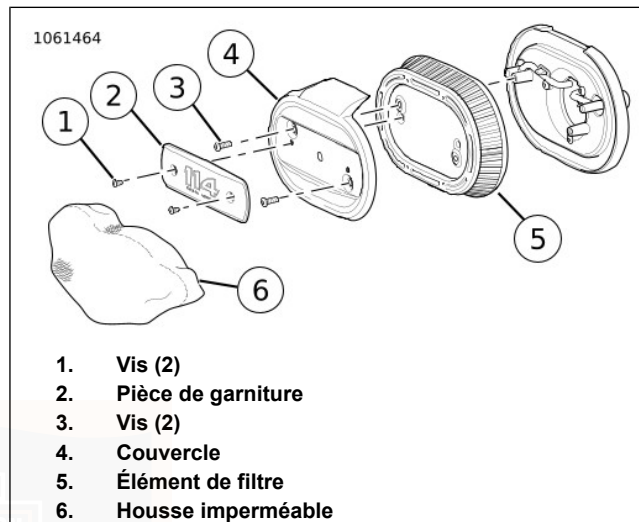

Figure 63. Filtre à air : Ovale
1. Voir Figure 63. Déposer la pièce de garniture du filtre à air.
- a. Déposer les vis de la pièce de garniture (1).
- b. Retirer la pièce de garniture (2).
- a. Déposer les vis (3).
- b. Déposer le couvercle (4).
- c. Déposer l'élément de filtre (5).
Sur les modèles équipés d'un filtre à air ovale : Voir Figure 63. L'élément de filtre étant exposé, de l'eau peut pénétrer dans le moteur par temps humide ou pluvieux. En stationnement, l'eau peut provoquer des dommages internes ou la corrosion du moteur. En fonctionnement l'eau peut entraîner des ratés du moteur. Installer la housse imperméable (6) sur l'ensemble de filtre à air par temps humide ou pluvieux pour minimiser la pénétration d'eau.
1. Voir Figure 63. Poser le couvercle et l'élément de filtre.
- a. Poser l'élément de filtre (5).
- b. Poser le couvercle (4).
- c. Poser les vis (3). Serrer à un couple de 5,7–6,75 N·m (50–60 **in-lbs**).
- a. Installer la pièce de garniture (2).
- b. Installer les vis de la pièce de garniture (1). Serrer à un couple de 3–3,6 N·m (27–32 **in-lbs**).